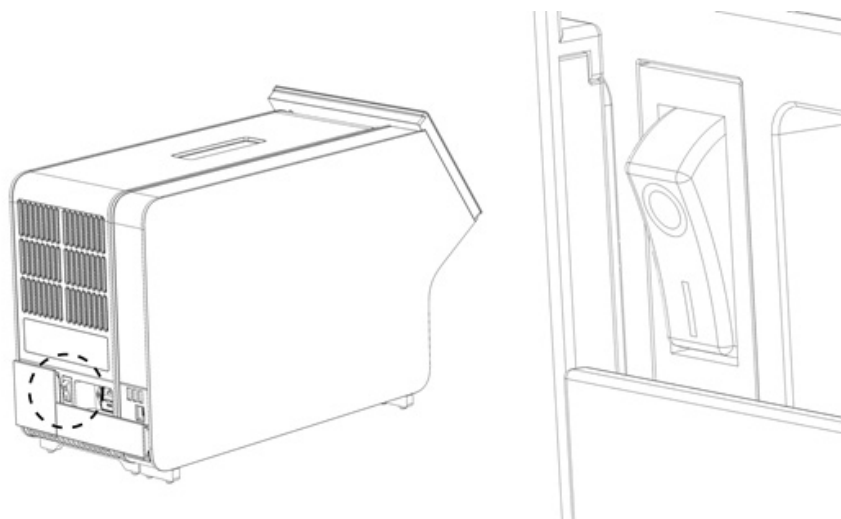

**Figure 20. Connexion du cordon d'alimentation.**
8. Connectez le cordon d'alimentation fourni avec le QIAstat-Dx Analyzer 1.0 à l'arrière du module analytique d'origine (figure 20).